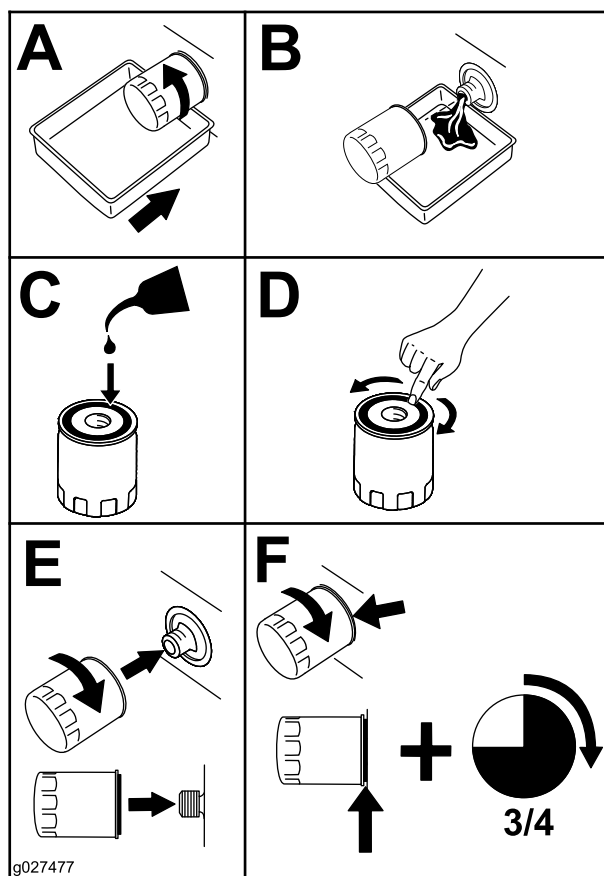

Figure 51
6. Placez un bac sous le filtre pour récupérer l'huile qui s'écoule quand le filtre et les bouchons d'aération sont retirés (Figure 51).
1. Appliquez une fine couche de d'huile sur la surface du joint en caoutchouc de chaque filtre (Figure 51).
2. Vissez le filtre dans le sens horaire jusqu'à ce que le joint en caoutchouc rencontre l'adaptateur puis vissez-le de 3/4 de tour à 1 tour supplémentaire (Figure 51).